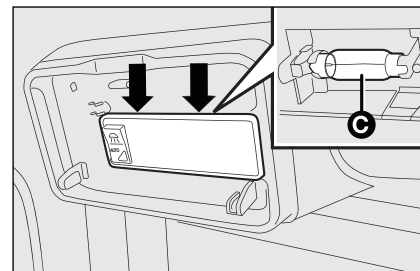

fig. 45
- ☐ maak de lamp **C-fig. 45** los uit de veercontacten aan de zijkant en vervang hem; controleer of de nieuwe lamp goed vastzit in de veercontacten;